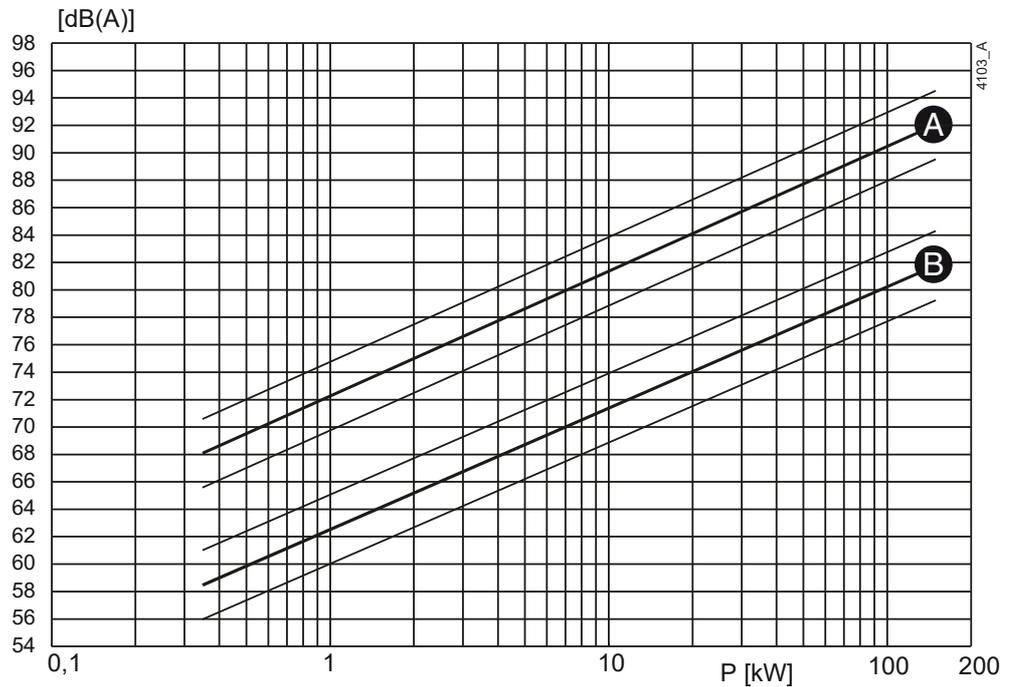
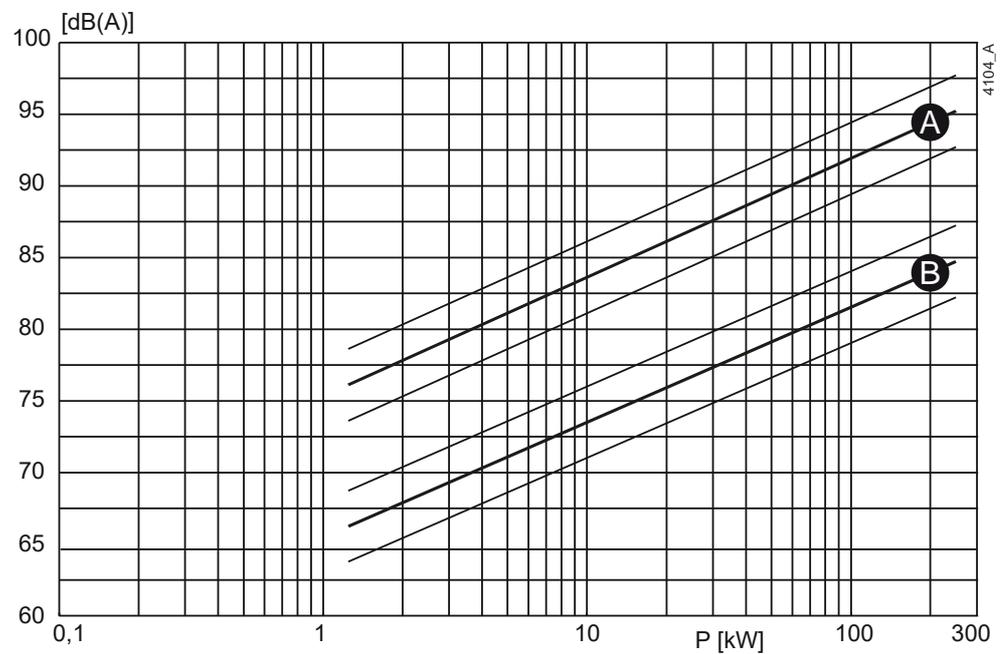

Abbildung 52: Schall als Funktion der Pumpenleistung [kW] bei 1450 min⁻¹
Abbildung 53: Schall als Funktion der Pumpenleistung [kW] bei 2900 min⁻¹
- 1 Um den Schallpegel (L_1) der Pumpe zu bestimmen, siehe Abbildung 52 oder Abbildung 53.